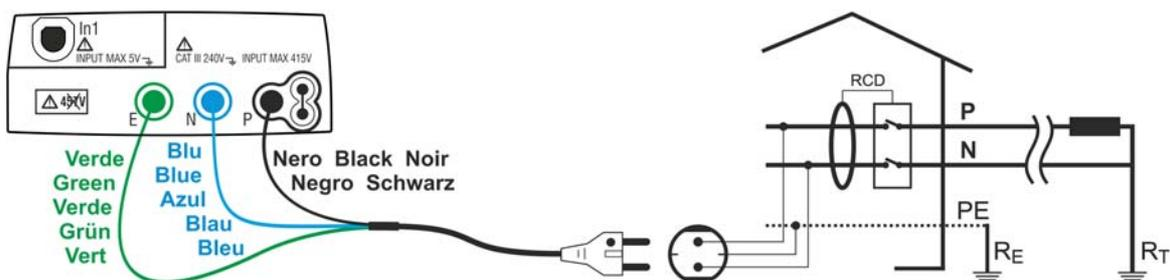

Fig. 4: Collegamento tramite spina shuko
3. Inserire i connettori verde, blu e nero del cavo shuko a tre terminali nei corrispondenti terminali di ingresso dello strumento E, N, P. In alternativa utilizzare i cavi singoli ed inserire all'estremità dei cavi rimasta libera i corrispondenti coccodrilli. Eventualmente utilizzare il puntale remoto inserendone il connettore multipolare nel terminale di ingresso P. Connettere la spina shuko, i coccodrilli od il puntale remoto alla rete elettrica in accordo alle Fig. 4 e Fig. 5